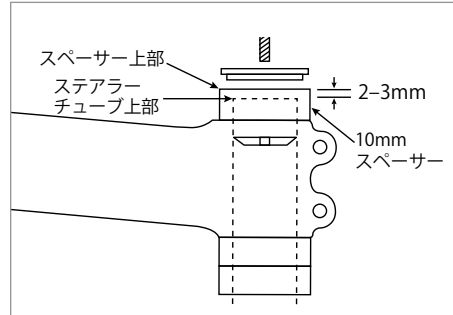

図 1
4. システムの上には常に 10mm のスペーサーを使用してください。ステアラーの上部は、10mm のスペーサーの上部から 2~3mm 下にする必要があります (図 1)。ステアラーが長すぎて、必要量のスペーサーが取り付けられない場合は、ステアラーを切断し、ヘッドセットのスターナ